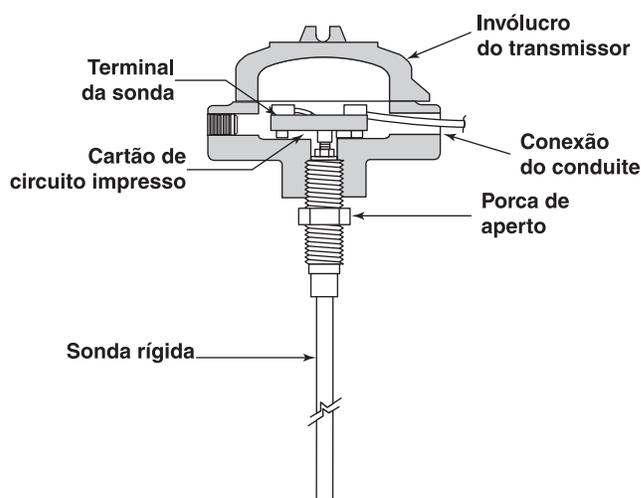

Figura 2
2. Rosqueie o invólucro do transmissor na sonda com a mão. O invólucro pode ser apertado com chave apenas para dar o alinhamento necessário com a conexão do condute. Veja a Figura 2.
11. Rosqueie o invólucro do transmissor na sonda, apertando com a mão. O invólucro pode ser apertado com chave apenas para dar o alinhamento necessário com a conexão do condute. Veja a Figura 2.
12. Remova a tampa do invólucro. Localize o fio branco no qual é conectado o terminal(+) da sonda. Conecte a parte livre deste fio no parafuso da conexão da sonda. Veja a Figura 2.
2. Rosqueie, apertando o invólucro do transmissor na sonda com a mão. O invólucro pode ser apertado com chave, apenas para dar o alinhamento necessário com a conexão do condute. Veja a Figura 2.